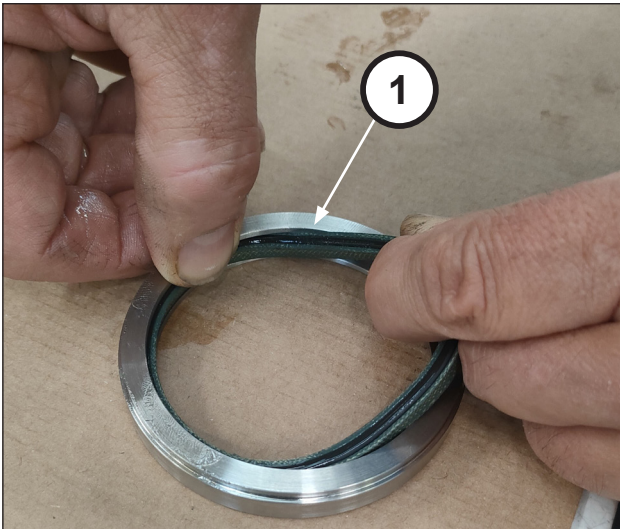

Abb. 148
Setzen Sie die ND-Dichtung in den ND-Dichtring ein (Pos. ①, Abb. 148).